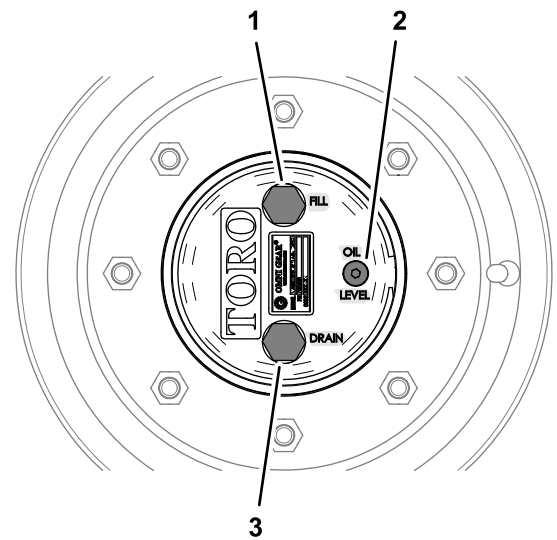

Figura 85
1. Con la máquina en una superficie nivelada, coloque una rueda de manera que el tapón de llenado esté en la posición más alta (posición de las 12) y el tapón de vaciado esté en la posición más baja (posición de las 6) (Figura 85).
1. Con la máquina en una superficie nivelada, coloque una rueda de manera que el tapón de llenado esté en la posición más alta (posición de las 12) y el tapón de vaciado esté en la posición más baja (posición de las 6); consulte Figura 85 en Comprobación del lubricante de la transmisión planetaria (página 69).